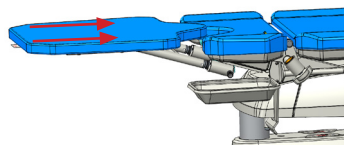
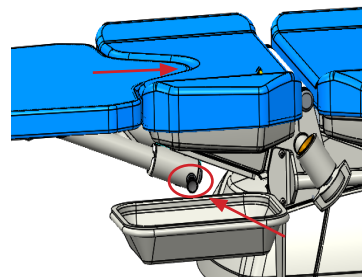

Fig. 2 Montaje de la superficie del paciente
Fig. 3 Detalle sobre el pasador de bloqueo
- 3) Deslice la extensión de la superficie del paciente lo más cerca posible del cojín del asiento (Fig. 2) hasta que el pasador de bloqueo encaje en su posición (Fig. 3)